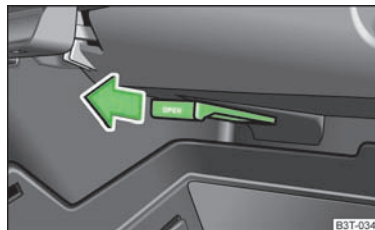

Fig. 89
- > Admisia aerului se deschide trăgând maneta în sensul indicat de săgeată » fig. 89.